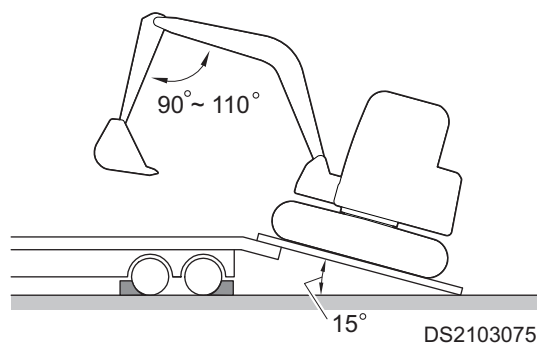

Figura 3
1. Asegúrese de aparcarse en una superficie firme y nivelada. Consulte Figura 3.